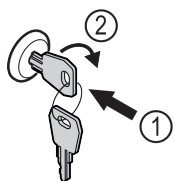

Fig. 153 Exempel
- Sätt in nyckeln Fig. 153 (1).
- Vrid nyckeln 90° medurs Fig. 153 (2).